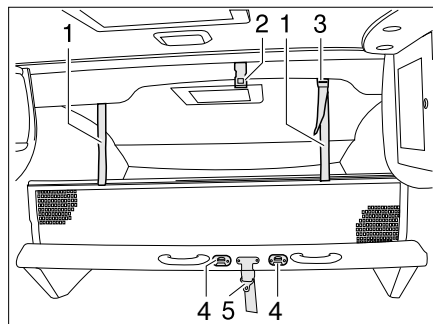

Bild 91 Hubbett
- Den Sicherungsgurt (Bild 91,5) am Dach (Bild 91,2) lösen.
- Das Hubbett mit dem Sicherungsgurt (Bild 91,5) am Dach (Bild 91,2) sichern.
- Die Aufstiegsleiter mit den beiden Bügeln in die Krampen (Bild 91,4) am Hubbett einhängen.
- Die Haltebänder (Bild 91,1) in die Halterungen (Bild 91,3) an der Decke einrasten.